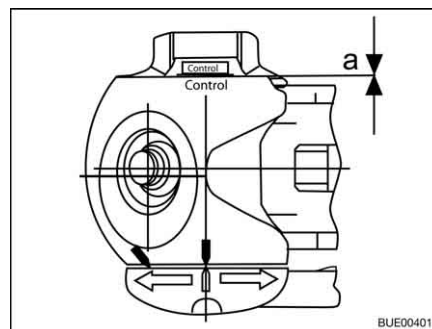

Fig. 208 Contrôle d'usure
- Distance $a = 0$ (Fig. 208) : Contrôler les garnitures de friction et au besoin les changer.